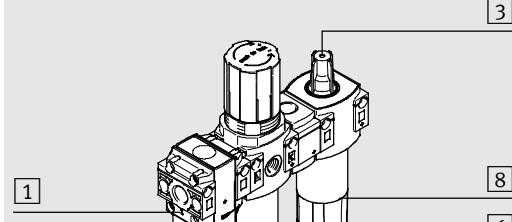
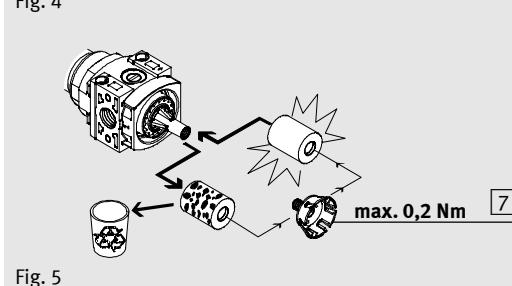

Fig. 4
Fig. 5
If the oil level is at the bottom edge of the lubricator bowl on the FRC (→ Fig. 4):
- Observar el sentido del flujo de 1 a 2. Las cifras [1] (➔ Fig. 4) en el cuerpo del producto sirven de orientación.
3. Girar el tornillo de regulación [3] (➔ Fig. 4) en la mirilla hasta que se haya ajustado la cantidad de aceite deseada.
- Cambio del cartucho filtrante (➔ Fig. 4 y Fig. 5):
En caso de nivel de aceite en el borde inferior del depósito del engrasador en FRC (➔ Fig. 4):
- Tenir compte du sens du débit, de 1 vers 2. Pour ce faire, se baser sur le chiffre [1] (➔ Fig. 4) situé sur le corps du produit.